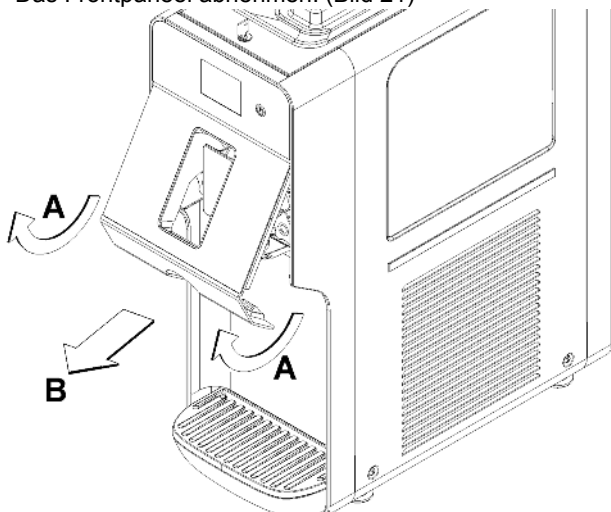

**Bild 19**
**5** Das Mischrohr entnehmen und zerlegen (Bild 19) und (Bild 20).